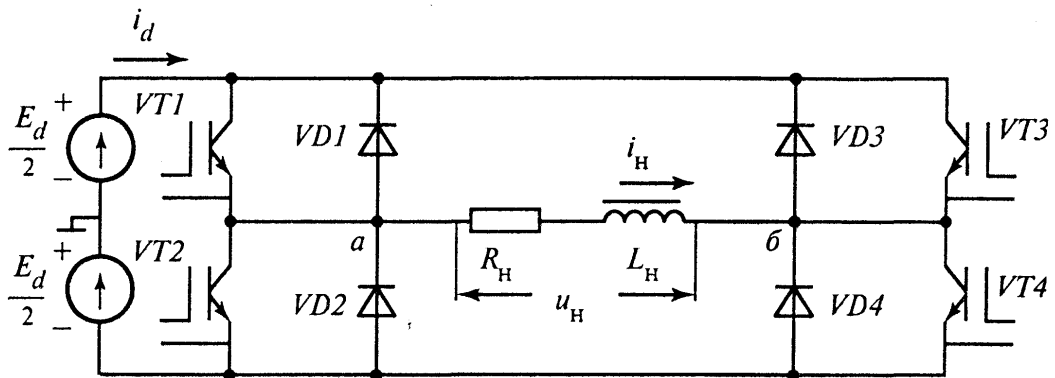

Рис. 3
6. Однофазный АИИ собран по схеме рис.3. Регулирование выходного напряжения осуществляется методом ШИР. Определить значение угла регулирования α для уменьшения значения выходного напряжения в 2 раза по сравнению с максимально возможным значением.
7. Однофазный АИИ собран по схеме рис.3. Регулирование выходного напряжения осуществляется методом ШИР. Определить значение угла регулирования α для уменьшения значения выходного напряжения в 3 раза по сравнению с максимально возможным значением.